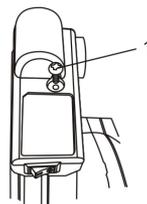

Figure 13
2. Retirer la vis du couvercle du laser (1) à l'aide d'un tournevis n° 2 (+) (figure 13).